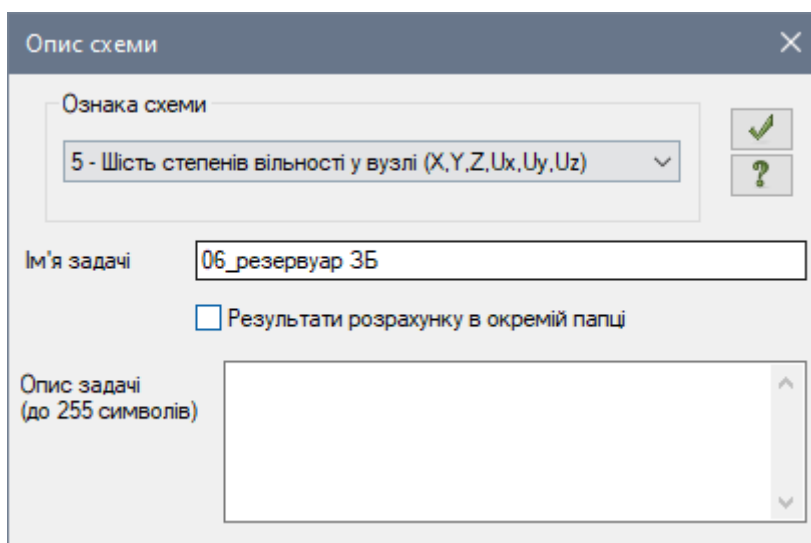

Рис. 6.1. Діалогове вікно Опис схеми
- У діалоговому вікні **Опис схеми** (рис. 6.1) задайте наступні параметри: